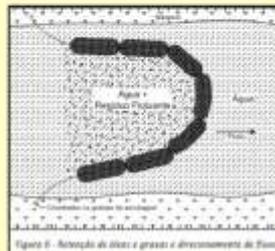

Figura 6 - Retenção de óleos e materiais flutuantes de fluxo.
**Retenção de óleos e materiais flutuantes:** O Bermalonga® é de baixa densidade, por isso flutua em meios líquidos e pode ser utilizado para direcionar óleos, grãos e materiais flutuantes em rios, lagoas e mares. É aplicado diretamente sobre a água, de maneira a formar um cordão flutuante de acordo com as necessidades do cliente. Este tipo de Bermalonga® tem um tubo fixado no centro, permitindo a passagem de cursos de água, o que permite usar vários Bermalonga® e ancorá-los nos pontos desejados (Figura 6).